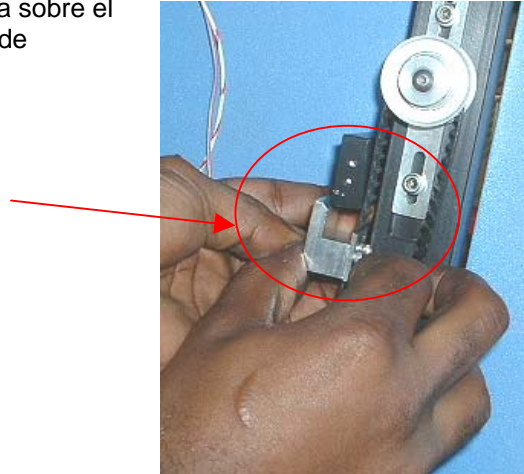

Figura 41
1. Instale con cuidado el nuevo dispositivo calentador sobre los raíles. Haga pasar el tubo y la línea de vacío a través de la placa de montaje. Asegúrese de que no hay estrangulamientos en las mangueras. Consulte la Figura 41.